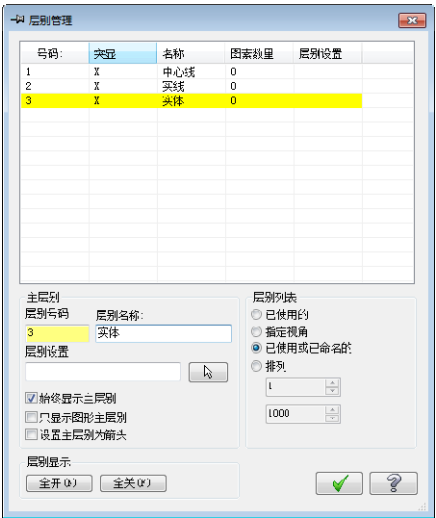

图 12-3 “层别管理”对话框
- 02 单击状态栏中的“层别”按钮，系统将弹出“层别管理”对话框。在对话框的“层别号码”输入框中输入 1，在“层别名称”输入框中输入中心线，再用同样的方法创建实线层和实体，然后单击“确定”按钮，完成图层的创建，如图 12-3 所示。